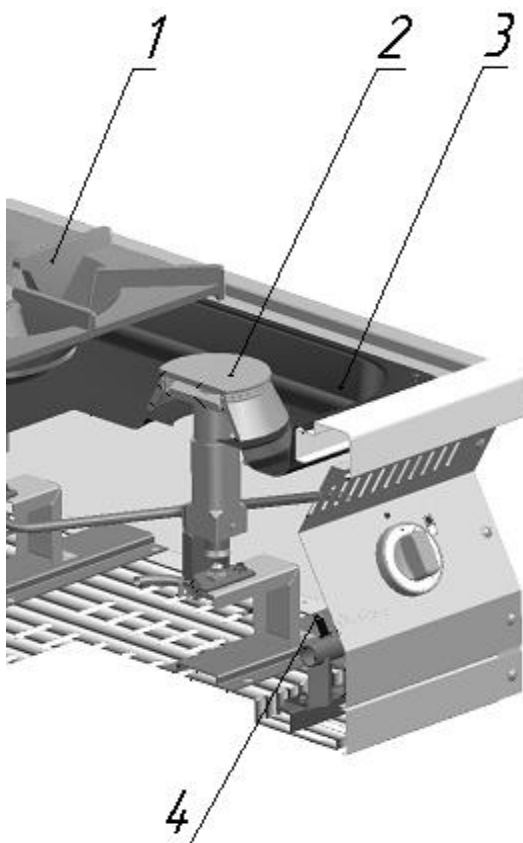

Рис. 7
4.3. Включение и выключение горелок стола (рис. 7)
Для подключения манометра к плите следует воспользоваться отводом на коллекторе, который заглушен затяжным винтом “4” (рис.7).